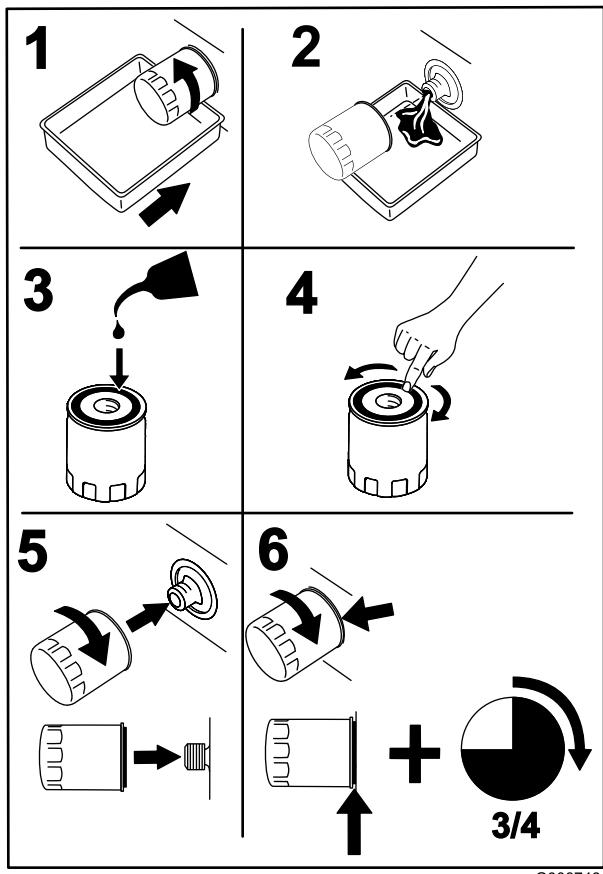

Figura 43
2. Cambie el filtro de aceite del motor (Figura 43).